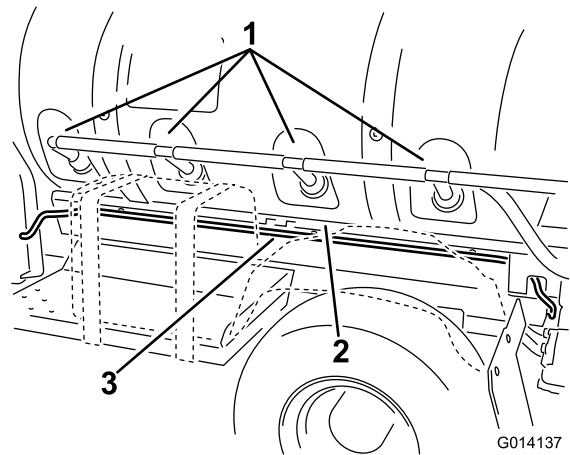

Bild 15
2. Verlegen Sie den Kabelbaum entlang des Behältergestells und unter den Umwälzungsanschlüssen nach vorne zum Batteriekasten (Bild 15). Befestigen Sie den Kabelbaum mit drei Kunststoffbändern am Rahmen.